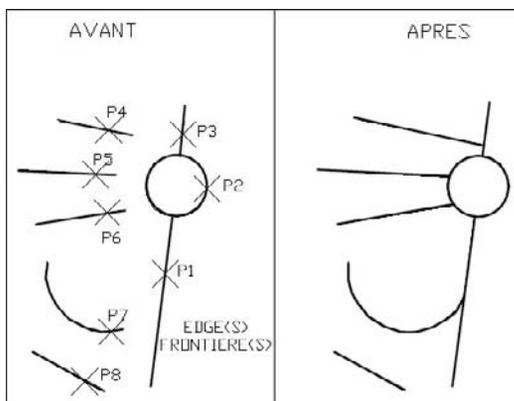

Fig.6.6
- 1 Exécuter la commande de prolongement à l'aide d'une des méthodes suivantes (fig.6.6) :